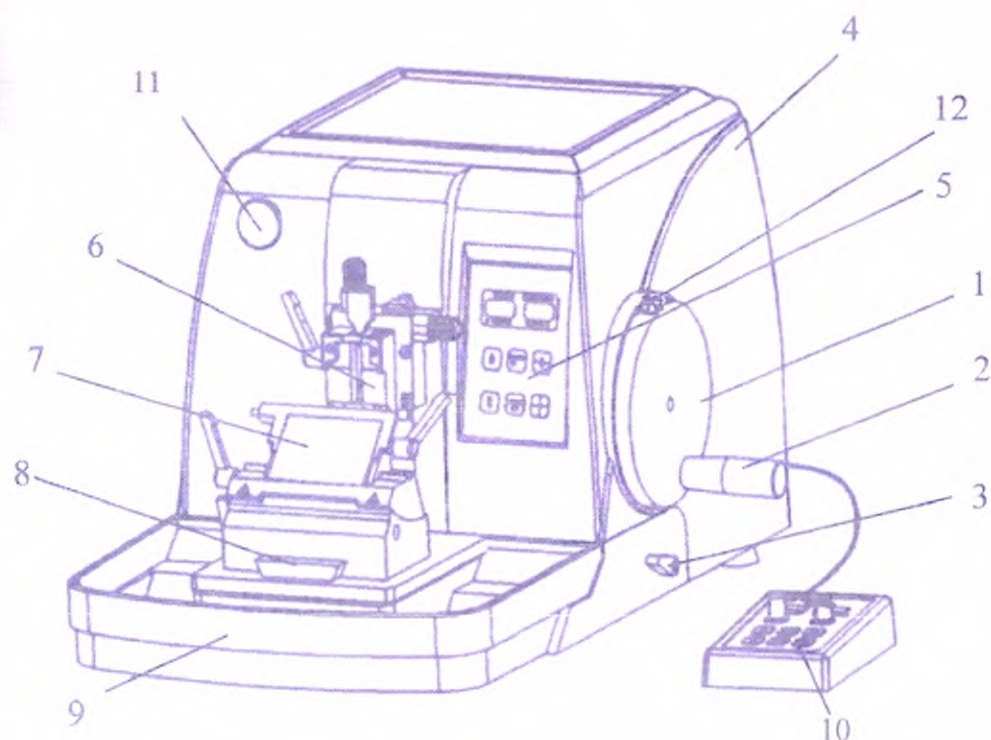

Рисунок 2. Схема микротомы модели KD-3398
| Рисунок 2, (1)  | Ручной маховичок                                   |
| Рисунок 2, (2)  | Рукоятка ручного маховичка                         |
| Рисунок 2, (3)  | Стопорный рычаг для ручного маховичка              |
| Рисунок 2, (4)  | Корпус микротомы                                   |
| Рисунок 2, (5)  | Панель управления (светодиодный экран)             |
| Рисунок 2, (6)  | Зажим образцов                                     |
| Рисунок 2, (7)  | Держатель лезвий / Держатель ножа                  |
| Рисунок 2, (8)  | Основание для установки держателя лезвий/ножа      |
| Рисунок 2, (9)  | Поддон для отработанных образцов                   |
| Рисунок 2, (10) | Ручной контроллер                                  |
| Рисунок 2, (11) | Кнопка экстренной остановки                        |
| Рисунок 2, (12) | Фиксатор для ручного маховичка в верхнем положении |